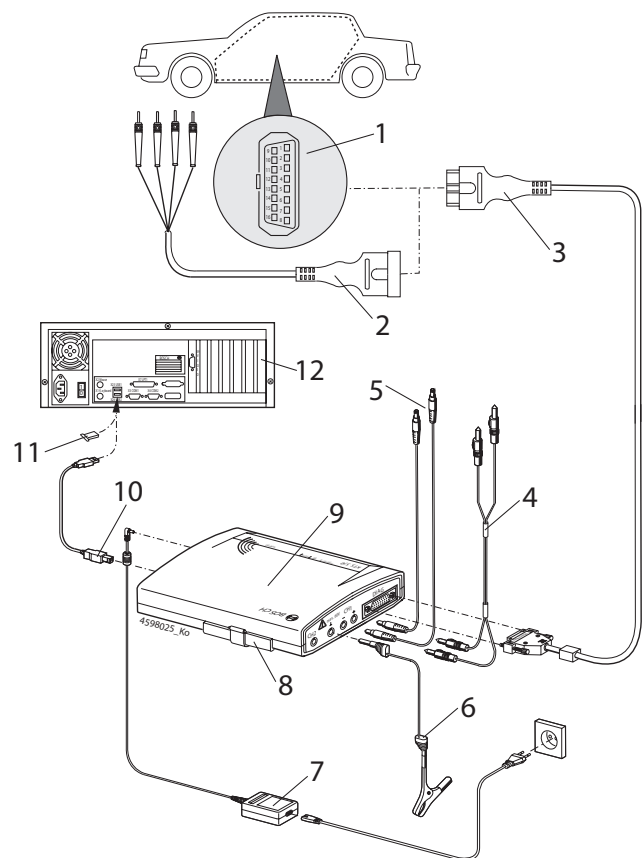

Fig. 3: Tilslutningsplan med KTS 570 som eksempel
! Anvend kun UNI-tilslutningsledningen (fig. 3, pos. 2) til målinger under 30 volt.
- OBD-diagnoseledningen (fig. 3, pos. 3) eller
- OBD-diagnoseledningen sammen med UNI-tilslutningsledningen (fig. 3, pos. 2) eller